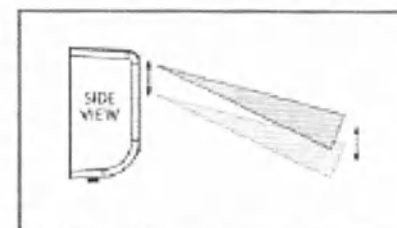

Рисунок 3-18 – Вертикальная плоскостная регулировка
6. При необходимости используйте кнопку **«Точная вертикальная плоскостная регулировка»**, как показано на рисунке 3-5 – Пульт дистанционного управления Micro+, для перемещения лазера в продольном направлении. Эта настройка перемещает лазерный луч на устройстве за изоцентром (см. рисунок 3-18 – Вертикальная плоскостная регулировка). Маловероятно, что эта регулировка будет использоваться на сагиттальных устройствах; только в тех случаях, когда модуль должно проецировать луч вниз под экстремальным углом и линия обрезается крышкой. Она может понадобиться для смещения внутреннего положения таким образом, чтобы проекция проходила через окно в крышке, не обрезаясь.